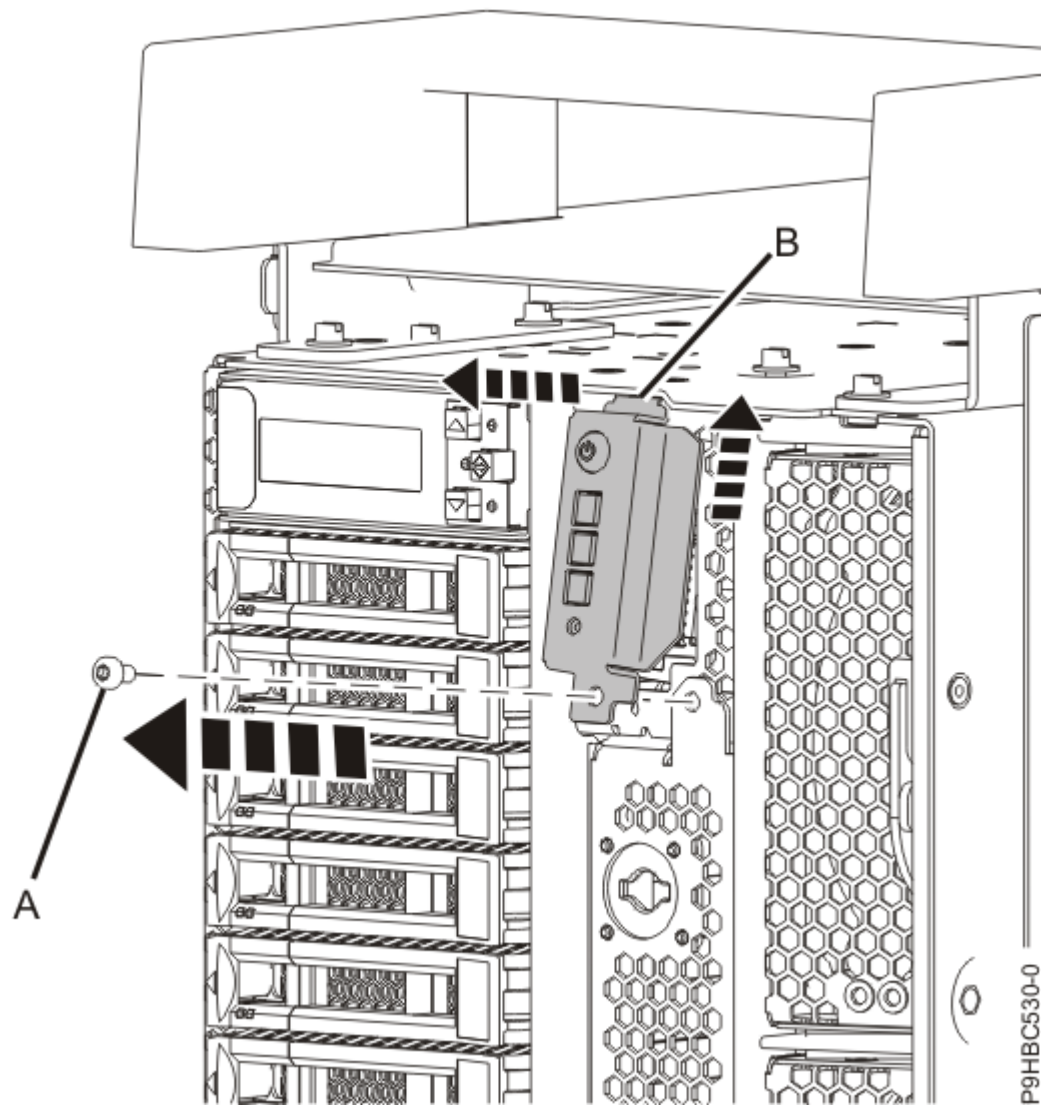

図 17. スタンドアロン・システムからのコントロール・パネルのねじの取り外し
- a) コントロール・パネルをシステムに固定しているねじ **(A)** を取り外し (19 ページの図 17 を参照)、コントロール・パネルを上回転させて上部タブ **(B)** を解放します。